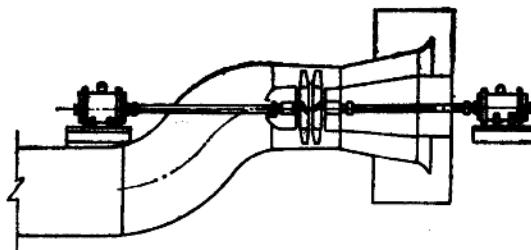

图 1-20 带有进风弯道和出口扩散器以及出风箱的对旋式轴流通风机
1) 可以不设导叶，因而结构紧凑。叶轮可以由直接装在轮毂内的电动机来驱动，也可以如图1-20所示的那样由联轴器传动。